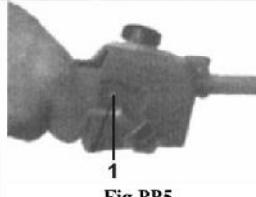

Fig. PP5
2. Retirer le capot de chaîne (Fig. PP5)